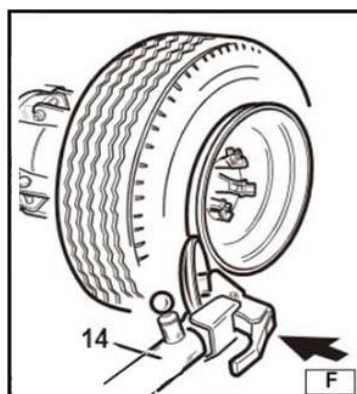
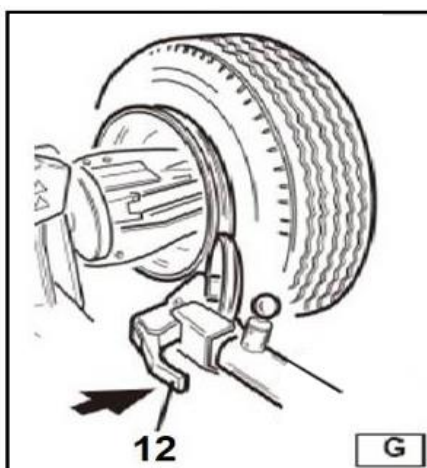

Рисунок 17
Рисунок 18
– Установите кронштейн съемного рычага крышки 14, (рис.17) в рабочее положение и дайте ему зафиксироваться.
– Используя панель управления, маневрируйте колесом до тех пор, пока внешняя часть обода не появится из-за диска (рис. 17).
– Отведите кронштейн съемного рычага покрышки 14, (рис.17) в сторону и установите его в не рабочее положение, отжав его установочную рукоятку, затем переведите его во второе рабочее положение (рис. 18).